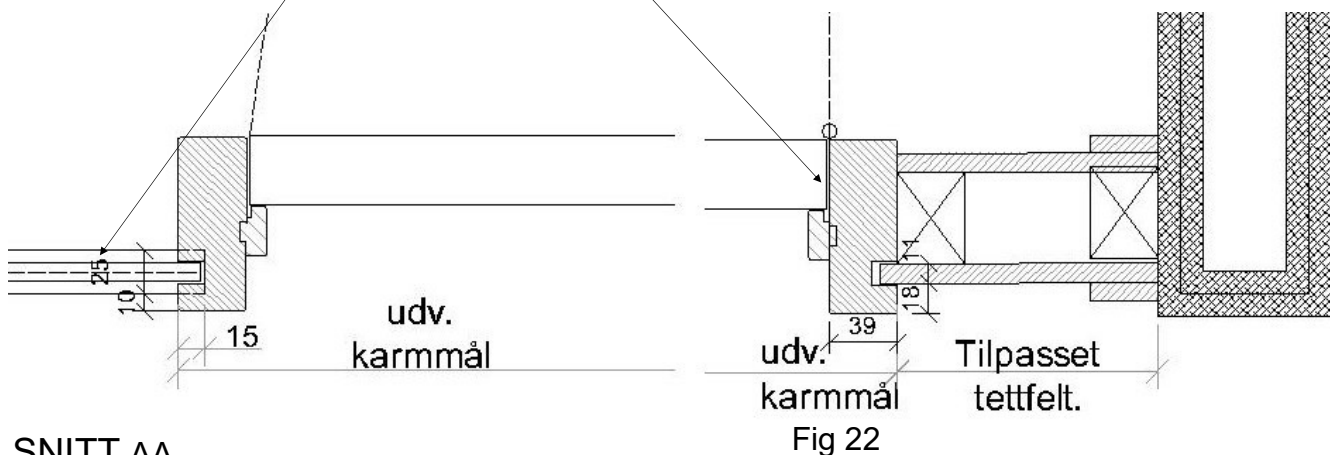

Fig 22
- Dørkarm festes i topp og tilpassingsfelt monteres som vist på fig. 22.